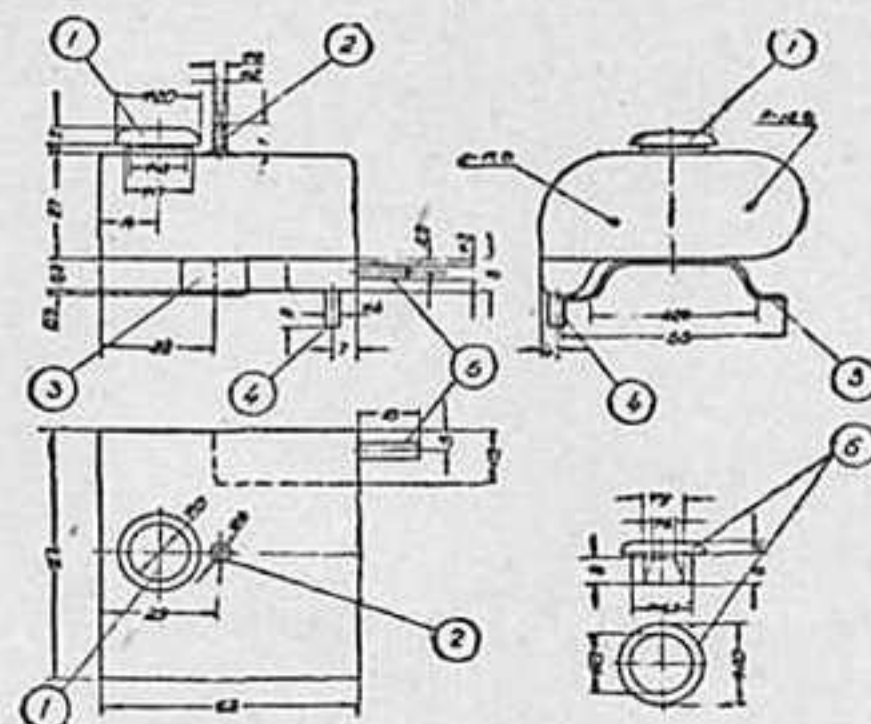

Рис. 23.
Бак для горючего (рис. 23) изготавливается из тонкой жести. Пайка его должна быть особо тщательной, чтобы не было течи. Бак имеет четыре отверстия. Одно расположено сверху и служит для заливки горючего (1). Это отверстие закрывается резиновой пробкой (6). Второе — для сообще-